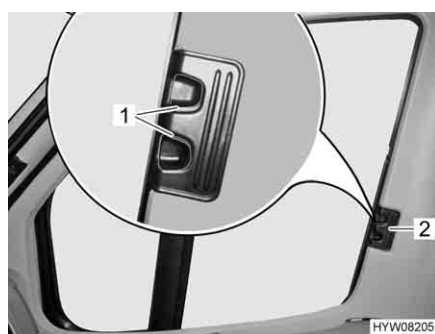
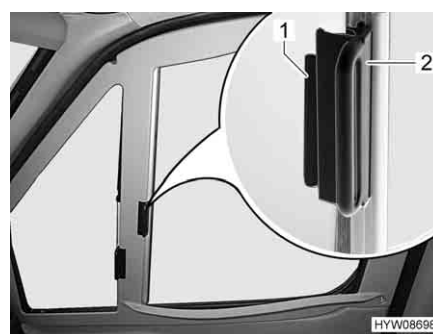

Fig. 31 Tendina oscurante pieghevole (finestrino del conducente/passeggero, Fiat)
Fig. 32 Tendina oscurante pieghevole (finestrino del conducente/passeggero, Mercedes-Benz)
- A seconda del tipo di tendina oscurante, premere e tenere premute le levette di bloccaggio (Fig. 31,1).
- Con la levetta (Fig. 31,2 o Fig. 32,2) tirare le tendine oscuranti pieghevoli per il finestrino del guidatore e del passeggero verso l'altro lato della finestra e congiungerle alle strisce magnetiche.
- Inserire fino all'arresto le tendine oscuranti pieghevoli per il finestrino del guidatore e del passeggero per la maniglia (Fig. 31,2 o Fig. 32,2).
- Rilasciare le levette di bloccaggio (Fig. 31,1) e farle innestare, oppure spingere l'impugnatura (Fig. 32,2) fino al sopralzo (Fig. 32,1).